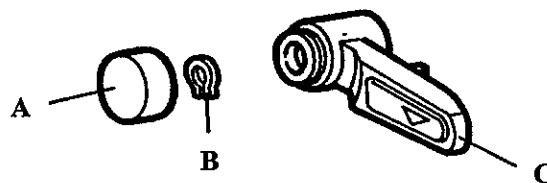

fig. 21
H1018, H1030 models (fig. 21). Remove the door lock plug (A), using a screwdriver. Disassemble the elastic ring (B), that secures the handle. Remove the handle (C) from the machine.
Modelos H1018, H1030 (fig. 21). Desmontar el tapón (A) de la empuñadura de cierre, ayudándose con un destornillador. Desmontar el anillo elástico (B) de fijación de la empuñadura. Separar la empuñadura (C) del resto de la lavadora.
Modèles H1018, H1030 (fig. 21). Démonter le bouchon (A) de la poignée de fermeture, à l'aide d'un tournevis. Démonter la bague élastique (B) de fixation de la poignée. Séparer la poignée (C) de la machine.